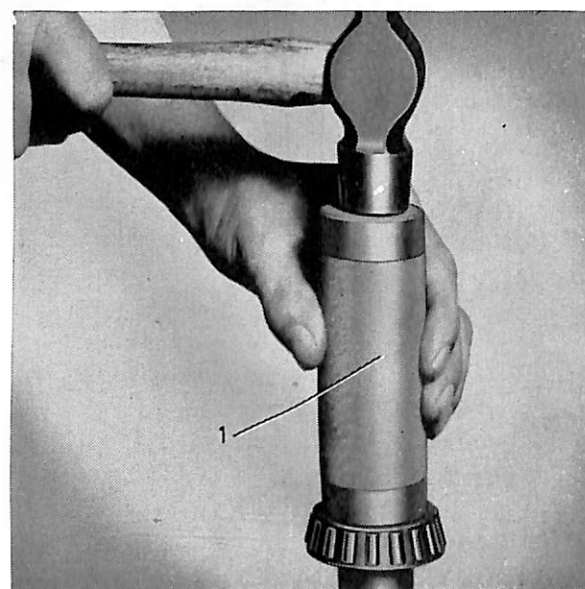

Bild 29. Mont. av drivaxellager.
2. Driv lagren (15) på drivaxlarna om de varit borttagna. Använd SVO 1805, se bild 29.